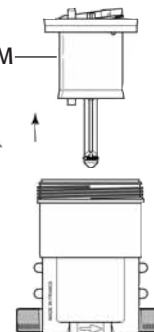

Abb. 20
- Den gesamten Motor Kolben (Abb. 20-M) nach oben herausziehen.